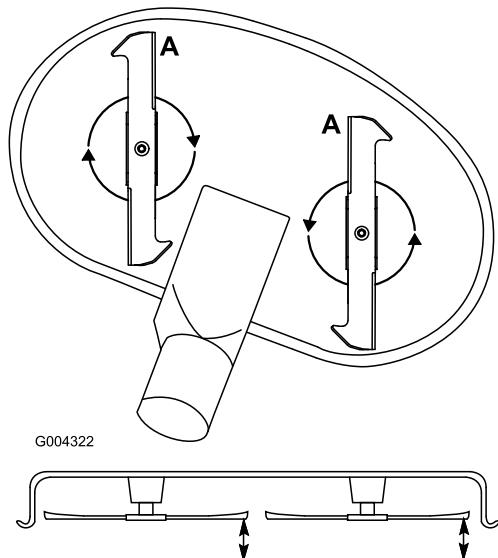

Figura 47
1. Gire las cuchillas hasta que los extremos estén orientados hacia adelante y hacia atrás (Figura 47). Mida desde una superficie nivelada hasta el filo de corte, posición A, de las cuchillas (Figura 47). Anote esta dimensión.